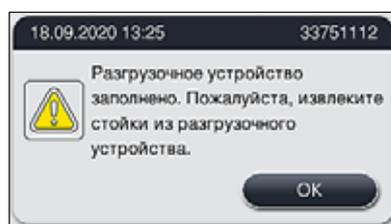

Рис. 88
- Необходимо открыть разгрузочное устройство и извлечь стойки не позднее, чем появится предупреждение по заполнению станции разгрузки (→ "Рис. 88"). Если это предупреждение будет проигнорировано, перемещение следующих стоек в станции разгрузки будет невозможна. Это может привести к изменению длительности этапов и замедлению процесса окрашивания, а также, возможно, к непредсказуемым результатам окрашивания.